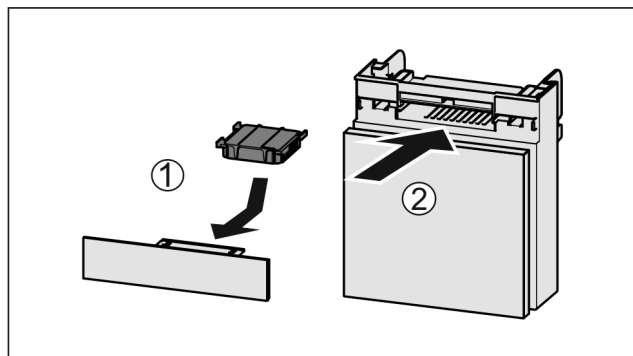

Fig. 57
- Insérer le filtre à charbon actif d'après le schéma Fig. 57 (1).
- Insérer le compartiment Fig. 57 (2).